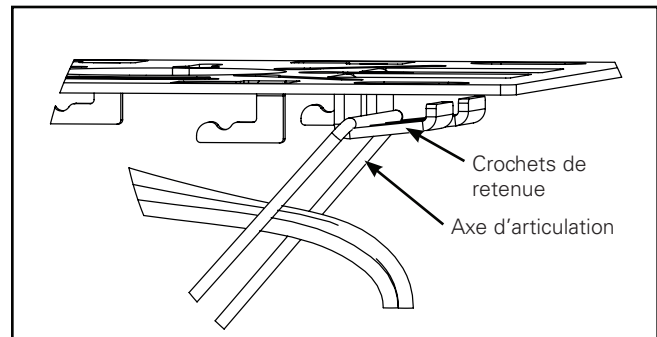

Figure 4.
5. Suspendez le luminaire à la plaque de montage rapide en utilisant l'axe d'articulation. (Figure 4)